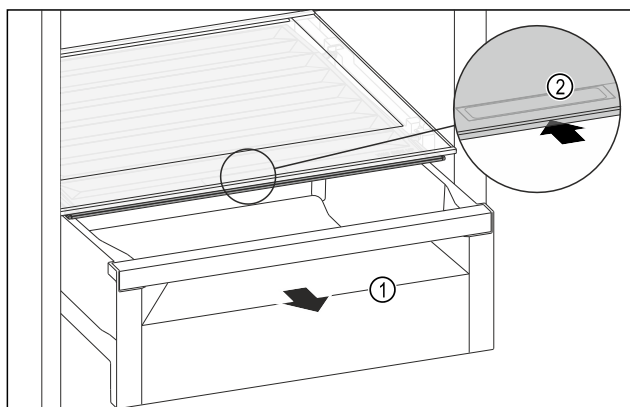

Fig. 67
- Estrarre il cassetto Fig. 67 (1).
- Afferrare la maniglia incassata Fig. 67 (2) sul coperchio dello scomparto e spingere allo stesso tempo all'indietro il coperchio dello scomparto.